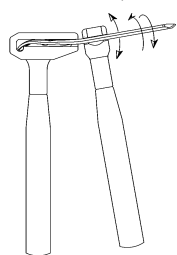
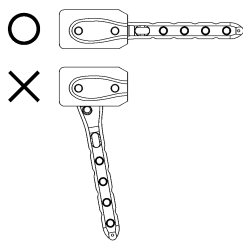

図2-1
図2-2
- 3) 骨面への設置性を確実にする為、必要に応じプレートのベンディングを行います。遠位部のプレート設置位置は、腓骨遠位端より約5mmとなります。骨幹部にハンドベンダー、遠位部に腓骨ロックングプレート用ハンドベンダーを装着し、遠位部と骨幹部の間にひねり（内旋/外旋）を加えるか、内外への曲げを行います。ロックングスクリューホールが破壊されないよう慎重にベンディングを行って下さい。（図2-1、図2-2）